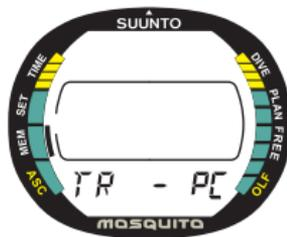

Fig. 5.11 Trasferimento Dati ed Interfaccia PC.
1. Dalla funzione Memoria [MEM], premere **S** tre (3) volte per selezionare la modalità Data Transfer. La scritta TR – PC appare nella parte inferiore del display per indicare l'avvenuta selezione (Fig. 5.11).